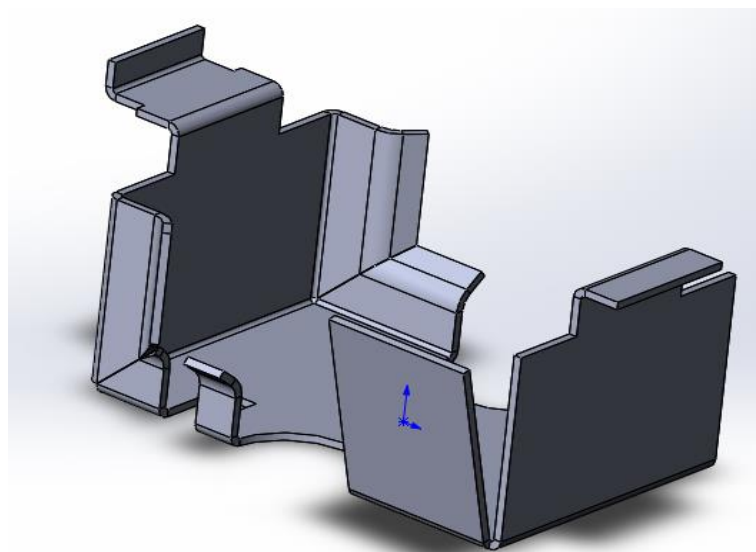

Рис. 20. Результат створення крайки
- встановіть параметр довжини ребра – крайки так, щоб проектоване ребро утворило прямий кут з ребром L2 (рис. 20).